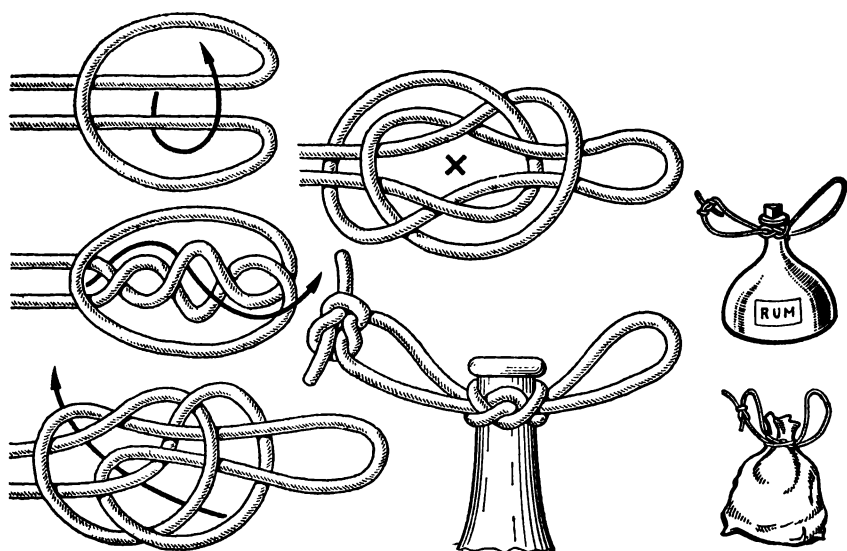

Рис. 111. Амфорный узел
**Амфорный узел** (рис. 111). Для жителей древнего Средиземноморья амфора являлась универсальным сосудом. В амфорах хранили и перевозили оливковое масло, маслины, вино, зерно, муку и пр. Дно у этого сосуда, как известно, заостренное, поэтому поставить его на землю было нельзя — его зарывали острием в песок. При перевозке амфор морем их хрупкие ручки часто отламывались, в связи с чем переноска амфор затруднялась. Вот тогда-то древние греки и придумали амфорный узел, который позволял им удобно переносить эти сосуды без риска лишиться их ценного содержимого. Узел этот не простой, вяжется сложно, в несколько этапов, зато с его помощью можно сделать великолепную веревочную ручку для переноса бутылки, кувшина и вообще любого сосуда с небольшим выступом на горлышке.